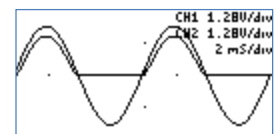

Abbildung 64: Kondensator entfernt
- 6) Wenn der Kondensator entfernt wird, sieht die Anzeige ähnlich wie Abbildung 64 aus.